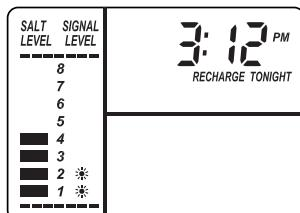

FIG. 24
2. La escala de nivel de sal, en el depósito de salmuera dentro del tanque, tiene los números 0 a 8 (vea la Fig. 24). Fíjese en el número más alto en el que esté nivelada la sal, o al que esté más próxima.
3. Presione el botón SET SALT LEVEL (Fijar el nivel de sal) tantas veces como sea necesario para que las barras de nivel de sal (vea la Fig. 24) coincidan con el número de la depósito de salmuera. En el nivel 2 o inferior, destellará la luz de "Bajo nivel de sal" (Vea la página 12).